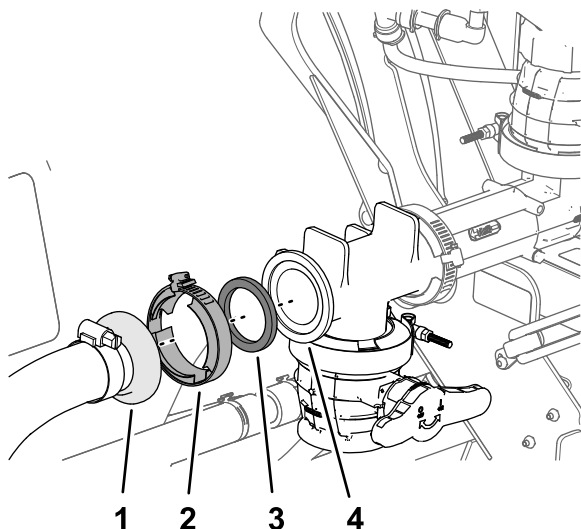

图 30
7. 使用一个垫圈和法兰夹具将清洁加药器软管总成的直通宝塔接头连接到清洁加药器 T 形接头的凸缘并用手拧紧夹具 图 30。